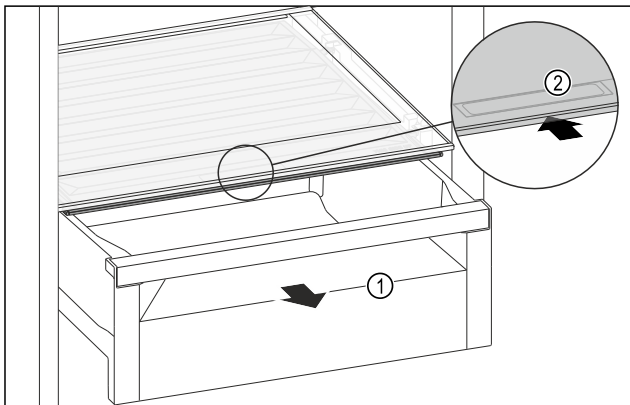

Fig. 160
- ▶ Извлеките выдвижной ящик Fig. 160 (1).
- ▶ Возьмитесь за утопленную ручку Fig. 160 (2) на крышке отделения и одновременно введите крышку отделения назад.